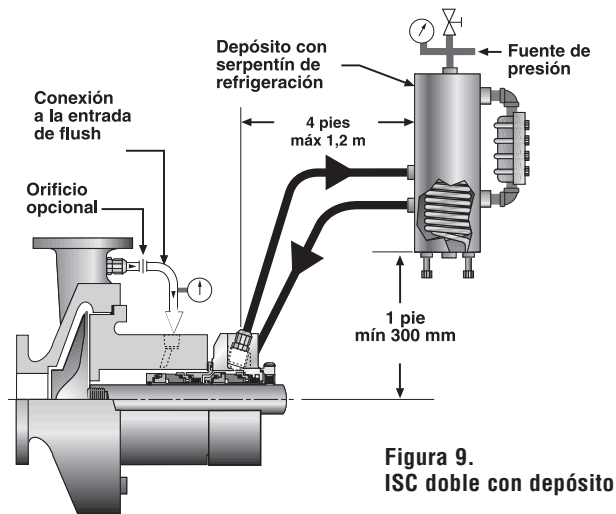

Figura 9.
8.2 **Para la operación con cierre doble presurizado (cierre doble),** suministre un fluido barrera limpio al orificio de entrada a una presión de al menos 25 psi (170 kPa) por encima de la presión de la caja del cierre (Véase figura 9).